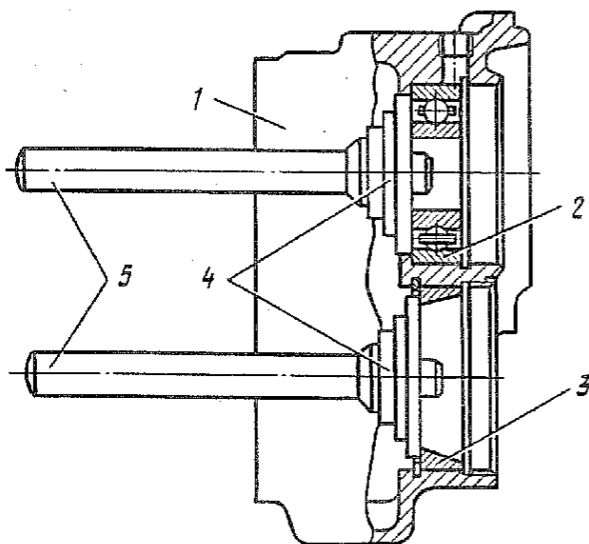

Рис. 167. Выпрессовка внутренних подшипников колесного редуктора:
1.15. Выпрессовать наружное кольцо 3 (рис. 167) внутреннего подшипника вала ведомой шестерни и внутренний подшипник 2 вала ведущей шестерни (молоток 500 г, оправка, ручка для оправок).